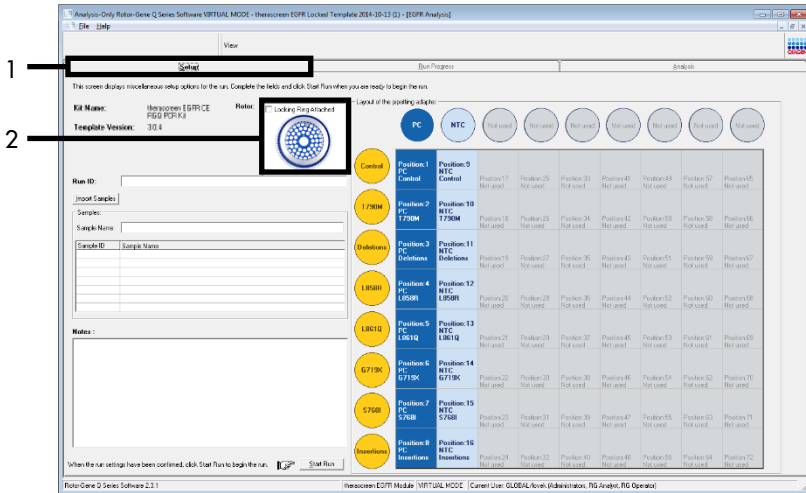

Figure 11. Onglet « Setup » (Configuration) (1) et case « Locking Ring Attached » (Bague de verrouillage fixée) (2).
13. L'onglet « Setup » (Configuration) s'ouvre par défaut (figure 11). Veiller à ce que la bague de verrouillage soit correctement fixée et cocher la case Locking Ring Attached (Bague de verrouillage fixée). Fermer le capot de l'appareil Rotor-Gene Q MDx 5plex HRM.